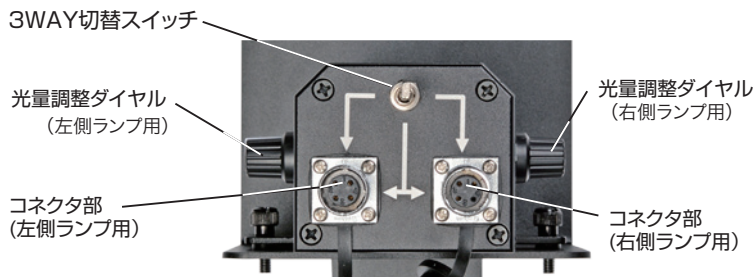

図4
(6)電源スイッチを“ON”にします。3WAY切替スイッチを図4で右に倒せば右側のランプのみ発光、左に倒せば左側のランプのみ発光します。どちらにも倒さず中央位置にした場合は両方が発光します。それぞれの光量調整ダイヤルを時計回りに回し、適正な光量で使用してください。